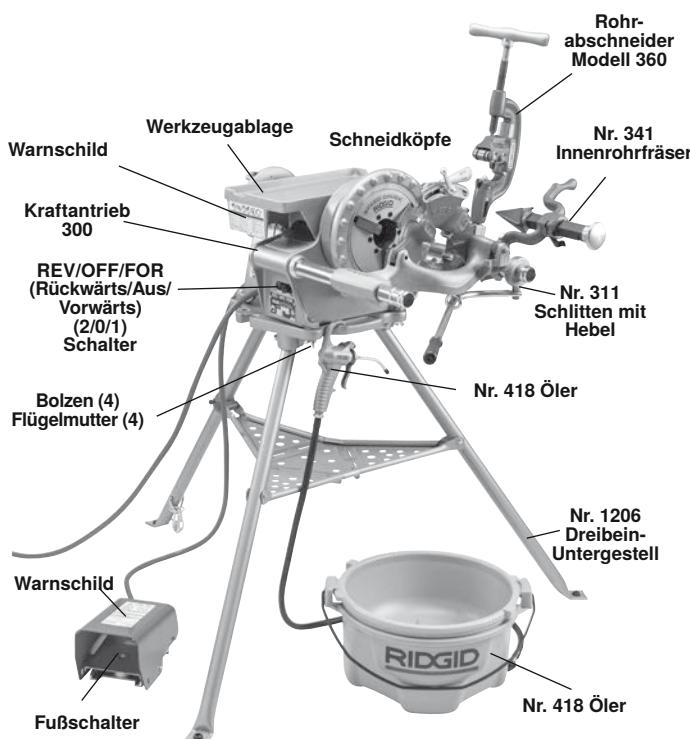

Abbildung 2 – 300 Kraftantrieb komplett
4. Setzen Sie den 300 Kraftantrieb auf das Dreibein-Untergestell und befestigen Sie ihn mit den mitgelieferten Befestigungselementen (Abbildung 2).